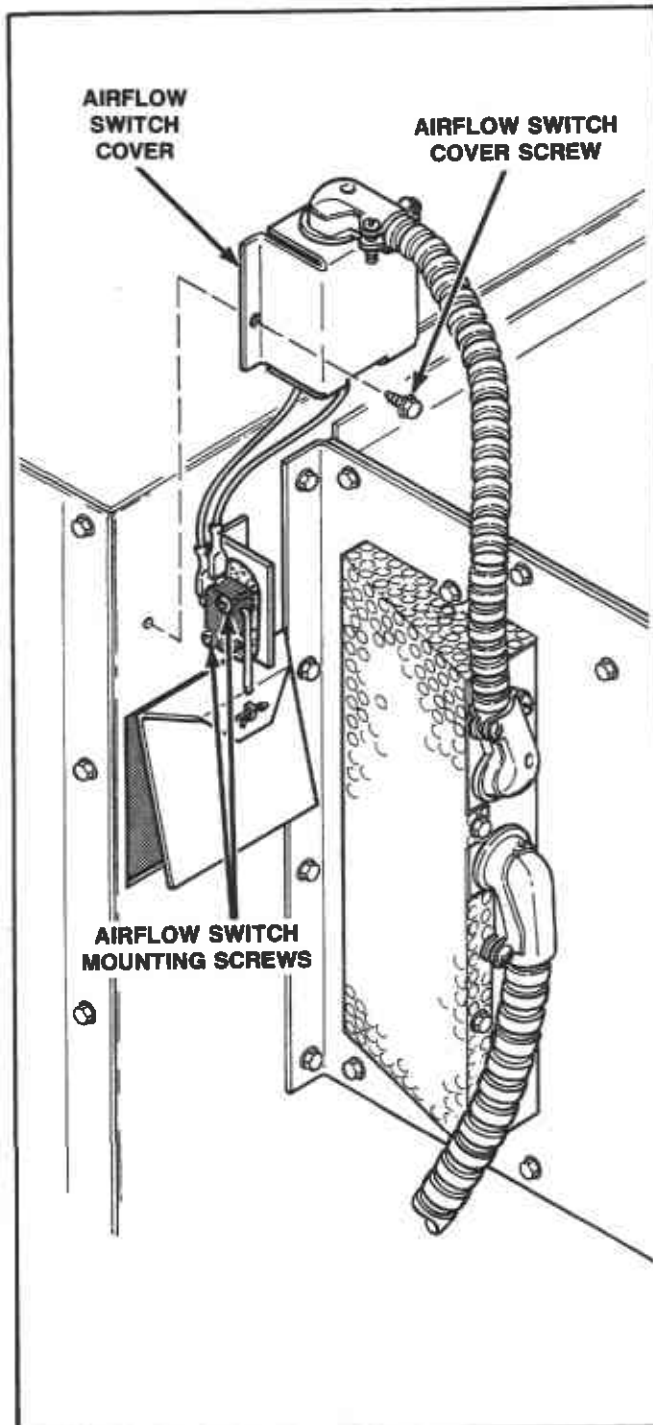

Figure 20
**24. AIRFLOW SWITCH (Figure 20)**